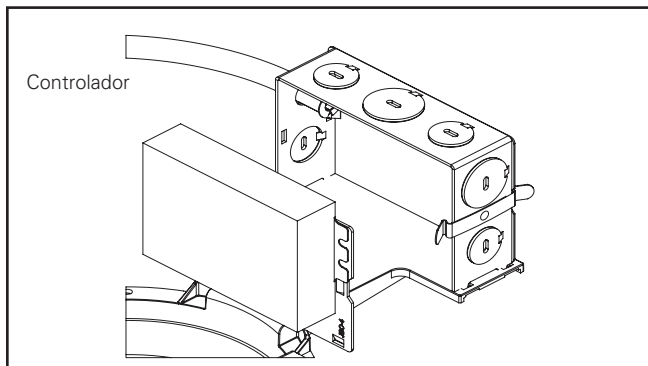

Figura 43.
4. Conecte los cables conductores de suministro a los cables conductores de la caja de empalmes (línea, neutro y tierra) en el accesorio con los conectores. (Figura 43). Cerciérese de no dejar conductores desnudos por fuera de los conectores.
2. Extraiga el controlador y la unidad de la cubierta de la caja de derivación. (Figura 43).